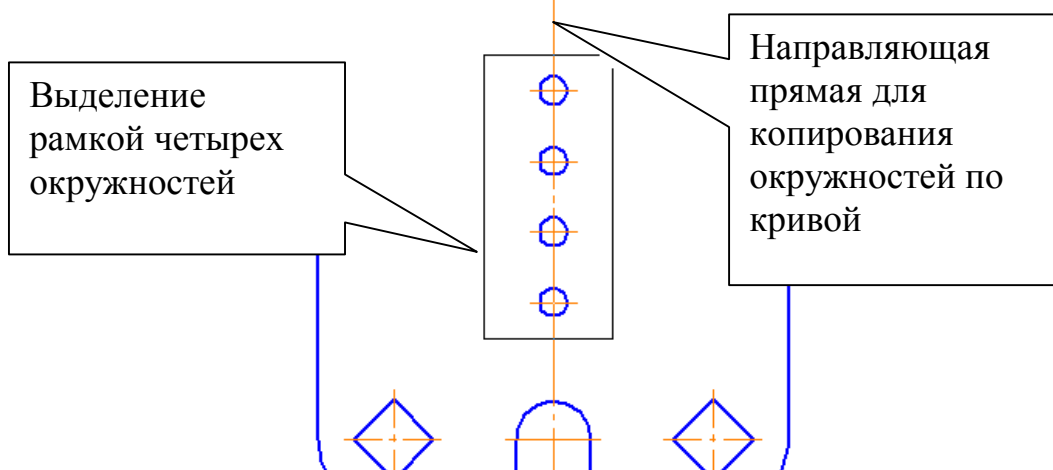

Рис. 10
На запрос системы *Укажите базовую точку выделенных объектов* укажите центр выделенной окружности (базовый объект), на запрос системы *Укажите направляющую кривую для копирования объектов* курсором укажите прямую, на которой будут располагаться окружности (вертикальная центровая линия), рис. 10, на запрос системы *Укажите начальную точку на кривой* укажите центр выделенной окружности (начальная точка на кривой). Прервите команду и обновите изображение [Ctrl+F9].
3. Выполните копирование построенных четырех окружностей командой **Копирование** с углом поворота 90°. Для этого выделите рамкой четыре построенные окружности (**Выделить – Рамкой** ) , рис. 10.